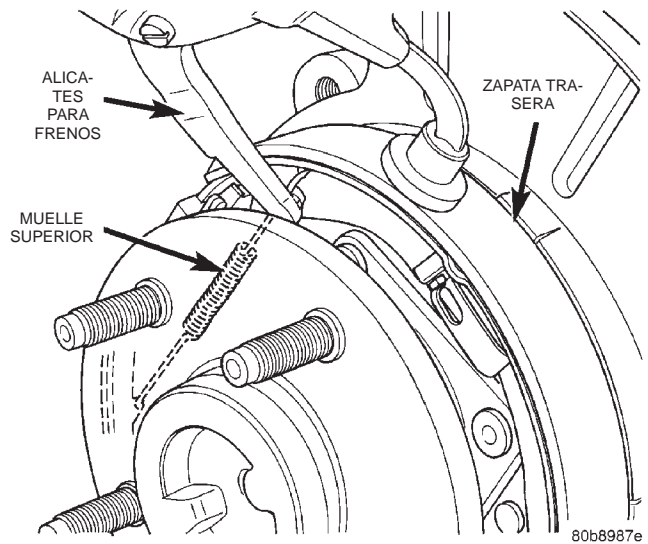

Fig. 61 Muelle superior
- (9) Retire el muelle superior de retorno de la zapata a la zapata empleando alicates para frenos (Fig. 61).